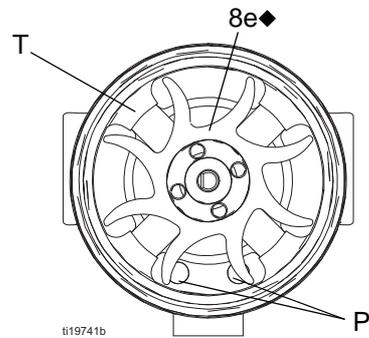

Fig. 38. Gebläseausrichtung
- Die Spuleneinheit (8a) auf der Werkbank mit nach oben weisendem Gebläseende ablegen. Mit einem breitem Schraubendreher das Gebläse (8e) von der Welle (S) abnehmen.
- Das neue untere Lager (8b1.) am langen Wellenende (S) montieren. Die flache Seite des Lagers muss vom Magneten (M) weg weisen. In die Spule (8a) installieren, sodass die Lagerflügel bündig an der Oberfläche der Spule anliegen.
- Die Spuleneinheit (8a) auf der Werkbank mit nach oben weisendem Gebläseende ablegen. Das Gebläse (8e.) auf das lange Wellenende (S) pressen. Die Gebläseflügel müssen dabei wie in FIGURE 38 ausgerichtet sein.